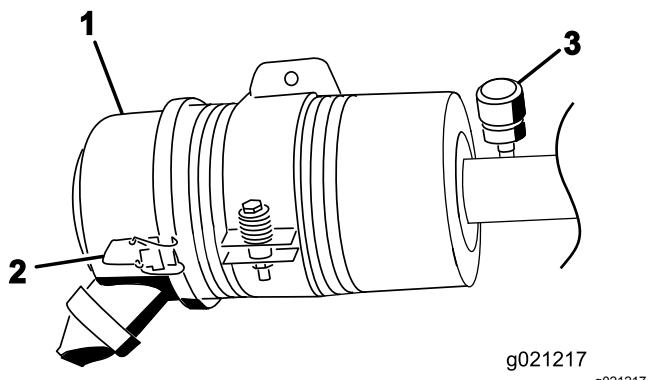

図 53
エアクリーナの整備はインジケータ図 53が赤色になってから行ってください。早めに整備を行っても意味はありません。むしろフィルタを外したときにエンジン内部に異物を入れてしまう危険が大きくなります。
1. エアクリーナのカバーをボディーに固定しているラッチを外す(図 53)。